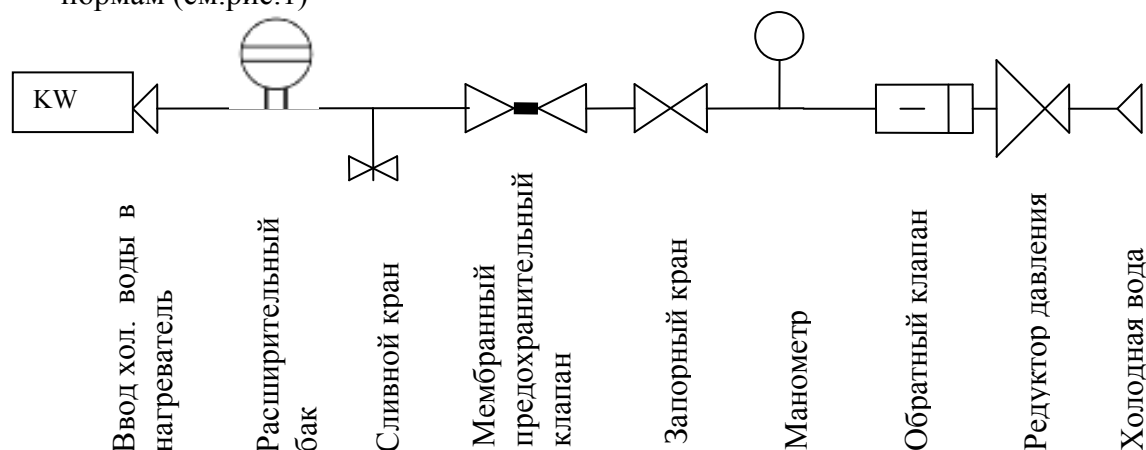

Рис.1
5.2 Подключение к системе водоснабжения осуществляется согласно действующим нормам (см.рис.1)